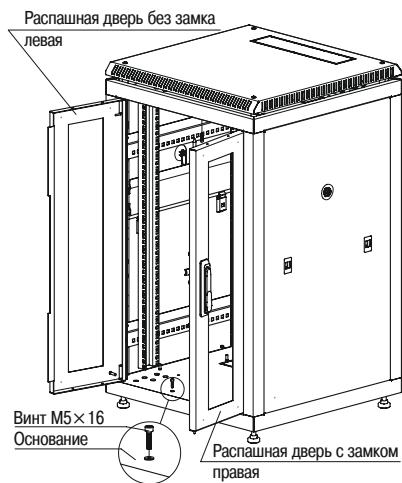

Рисунок 15 – Установка распашных дверей в шкаф
Для установки распашных двухстворчатых дверей (рисунок 15) требуется повторить 3.4.1–3.4.4\*
**Для предотвращения поворота распашных дверей внутрь шкафа в посадочные места на обоих основаниях необходимо вкрутить два винта M5×16 (рисунок 15).**